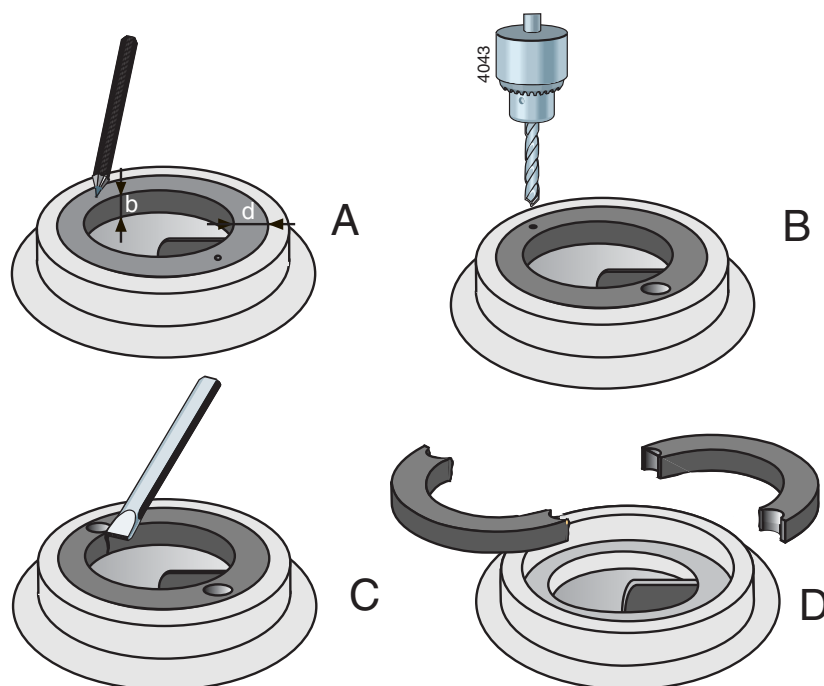

Рисунок 6: Снятие компенсационного кольца.
- 1 Измерьте толщину **d** и ширину **b** кольца, см. рисунок 6 А.
- 2 Сделайте небольшое отверстие в середине обода кольца в 2 местах - одно напротив другого, см. рисунок 6В.
- 3 Выберите сверло, диаметр которого меньше, чем толщина **d** кольца, и просверлите 2 отверстия в ободу кольца, см рисунок 6С. **Не высверливайте глубже, чем ширина b кольца.** Убедитесь, что установочный край корпуса насоса не поврежден.